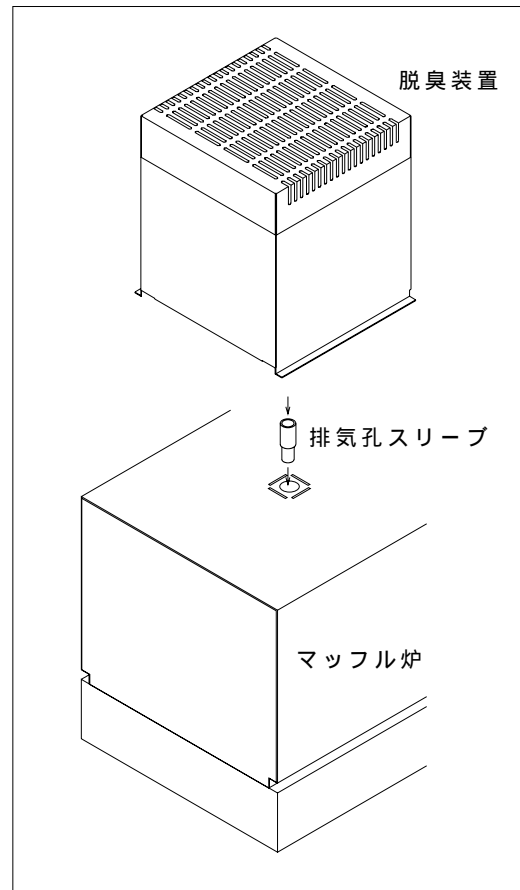

図3
- ・ 図3のように本体の排気孔にKDF-ES72Sの付属品の排気孔スリーブを挿入し、その上にKDF-ES72Sを設置します。(4ヶ所ビス止め)